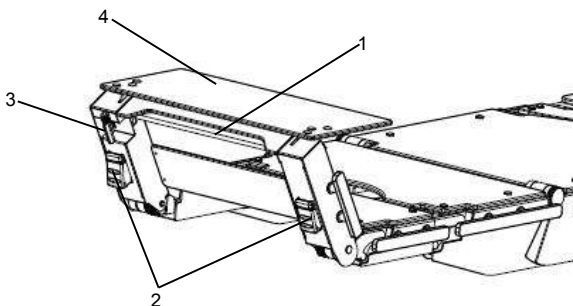

Рис. 2-37. Регулировка двухшарнирной головной секции
1. Возьмитесь за двухшарнирную головную секцию двумя руками (ладонями вверх) и пальцами потяните фиксирующую скобу (1) на себя, как показано на Рис. 2-37..
5. Одной рукой потяните на себя фиксирующую кнопку (3), а другой рукой поднимите или опустите верхнюю секцию (4) до нужного положения.
6. Отпустите верхнюю секцию (4) и фиксирующую кнопку (3).